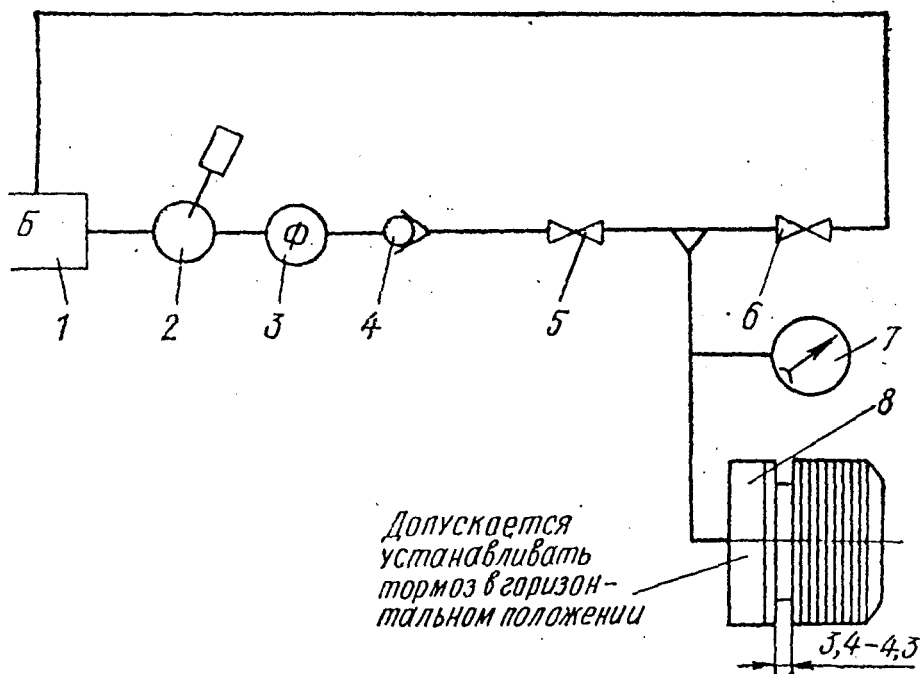

Рис. 5.15. Принципиальная схема стенда для испытания тормоза КТ 94-230:
7. Снимите клапан 29 и заглушку 27. В освободившиеся отверстия вверните технологические штуцера. К верхнему штуцеру присоедините трубопровод стенда для испытания тормоза (рис. 5.15). Произведите трехкратную прокачку АМГ-10 через каналы блока цилиндров для их промывки. Продолжительность каждой прокачки 2 мин. После прокачки снимите нижнюю технологическую заглушку, установите и законтрите клапан 29.